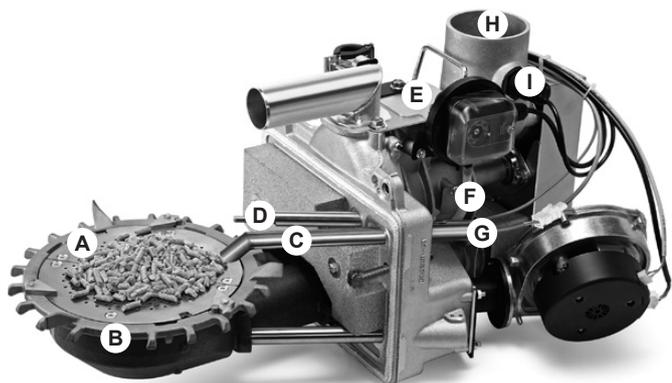

Fig. 13
1. Aprire l'apertura di manutenzione (E, Fig. 13) della parte meccanica del bruciatore tramite la ruota ad alveoli e aspirare il materiale fine.
2. Aspirare il materiale fine dal pozzetto di caduta dei pellet (H) e rimuovere la polvere aderente dal sensore del livello di riempimento.
3. Estrarre il tubo flessibile per la misurazione della depressione (F) e pulire il filtro.